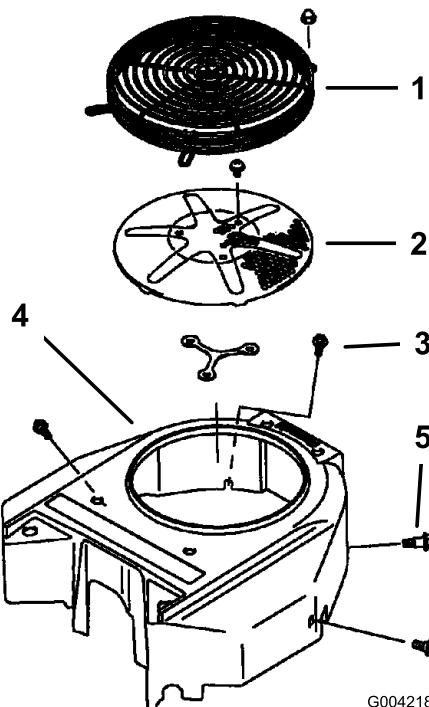

Bild 59
Entfernen Sie Schnittgut, Schmutz und andere Fremdkörper vor jedem Einsatz der Maschine vom Luftansauggitter des Motors. So gewährleisten Sie eine ausreichende Kühlung sowie die korrekte Motordrehzahl und reduzieren die Gefahr einer Überhitzung und mechanischer Motorschäden (Bild 59).
3. Entfernen Sie das Luftansauggitter, den Rücklaufstarter und das Lüftergehäuse (Bild 59).
5. Montieren Sie das Luftansauggitter, den Rücklaufstarter und das Lüftergehäuse (Bild 59).